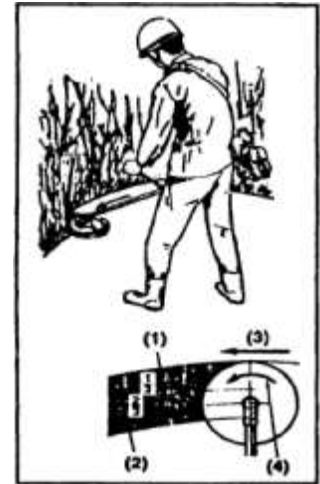

Fig.BC8
5.2.1- Uso della lama metallica (Fig.BC8)